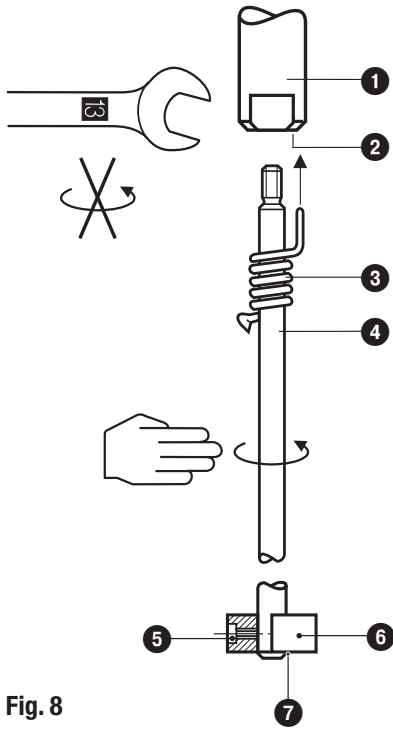

Fig. 8
1. Elektrodenverlängerung ④ in die Messelektrode ① einschrauben. **Fig. 8**
3. Maß auf der Elektrodenverlängerung ④ anreißen.
4. Elektrodenverlängerung ④ aus der Messelektrode ① herausdrehen und kürzen.
5. Nach Sichtprüfung die Verlängerung ④ in die Messelektrode ① fest einschrauben. Sicherungsfeder ③ auf der Elektrodenverlängerung ④ verschieben, bis diese in der Bohrung ② fixiert ist.
6. Scheibe ⑥ so auf die Verlängerung aufschieben, dass die Verlängerung 2 mm über die Scheibenunterseite hinausragt. In dieser Position die Scheibe mit der Madenschraube ⑤ fixieren. Die beigelegte Sicherungsscheibe ⑦ von unten über die Elektrodenverlängerung gegen die Scheibe ⑥ drücken.